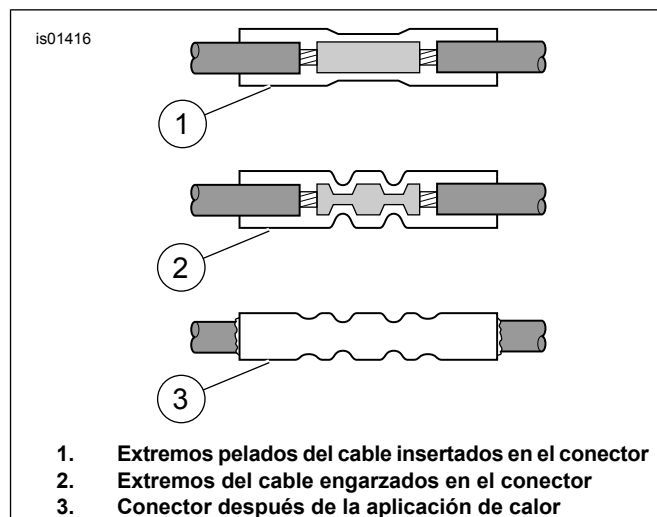

Figura 4. Conector de empalme plano sellado instalado
2. Vea la Figura 4. Inserte los dos cables negros de las señales de giro dentro de los extremos opuestos de un conector de empalme plano. Inserte los dos cables violeta dentro de los extremos opuestos del segundo conector de empalme plano.